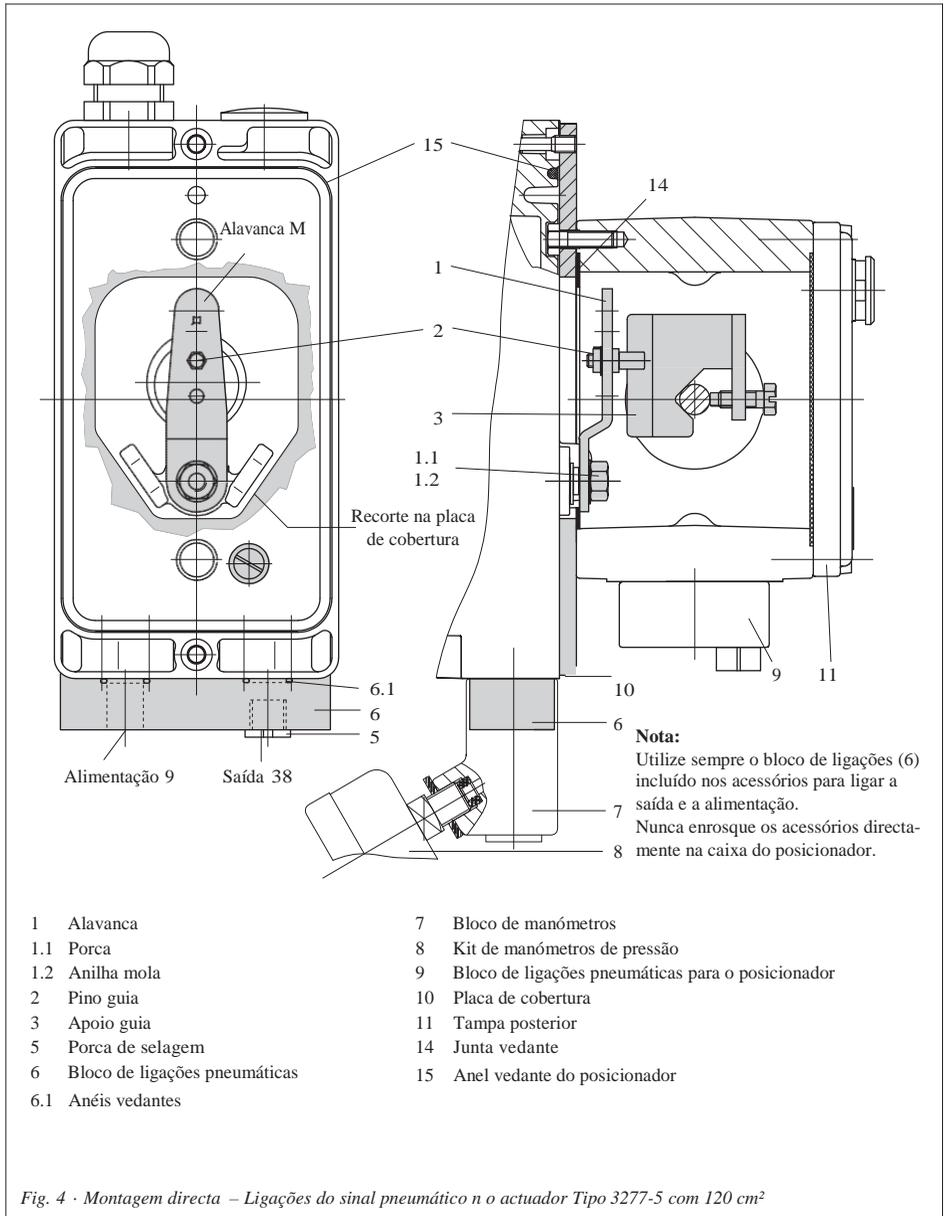

Fig. 4 - Montagem directa – Ligações do sinal pneumático n o actuador Tipo 3277-5 com 120 cm²
1. Monte o bloco de ligações pneumáticas (9) no actuador.
2. Monte o bloco de ligações (6) ou o bloco de manómetros (7) com os manómetros no posicionador, certifique-se que ambos os anéis vedantes (6.1) estão correctamente colocados.
3. Coloque o apoio guia (3) na haste do actuador, alinhe-o e aperte-o bem, de forma que o parafuso de fixação fique na nervura existente na haste do actuador.
4. Monte a placa de cobertura (10) com o lado mais estreito do recorte (Fig. 4, esquerda) a apontar na direcção da ligação do sinal pneumático. Certifique-se que o lado que tem o vedante (14) fica virado para o actuador.
5. **Curso de 15 mm:** Mantenha o pino guia (2) existente na alavanca **M** (1) na posição **35** (tal como foi entregue).